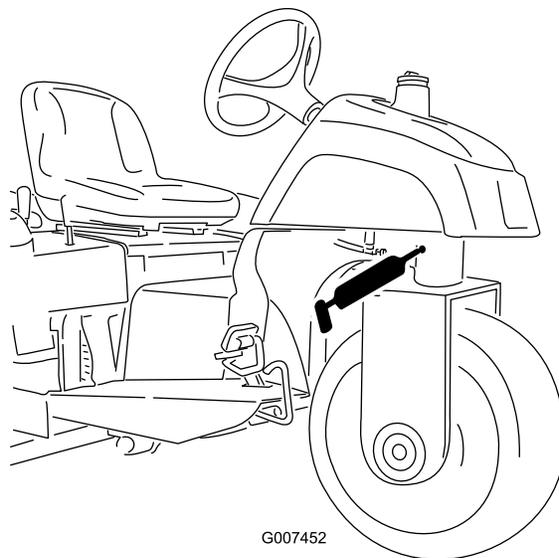

Figura 26
- Articulação da direção (Figura 26)
Nota: O bocal de embeber na articulação da direção (Figura 26) necessita de um adaptador de bocal de pistola de pulverização. Encomende a peça nº 107-1998 da Toro ao seu distribuidor autorizado Toro.